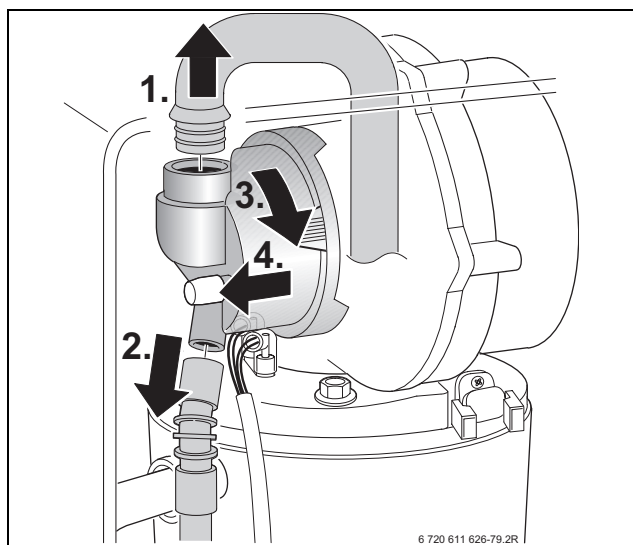

Fig. 49
- ▶ Smontare il miscelatore (per le operazioni appena descritte seguire le fasi 1, 2, 3, 4 indicate nella fig. 49).
- ▶ Togliere il coperchio fig. 49.